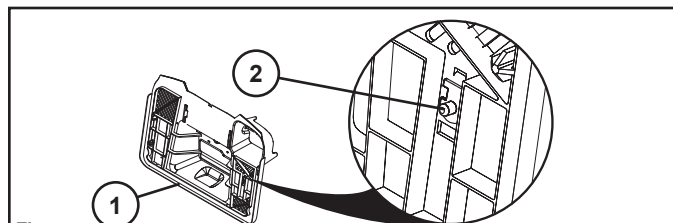

Fig. 1
- Stil dig bag traktoren med græsopsamleren fjernet fra bagpladen (1), og find stedet, hvor kontakten for fuld pose (2) sidder. (Se Fig. 1)